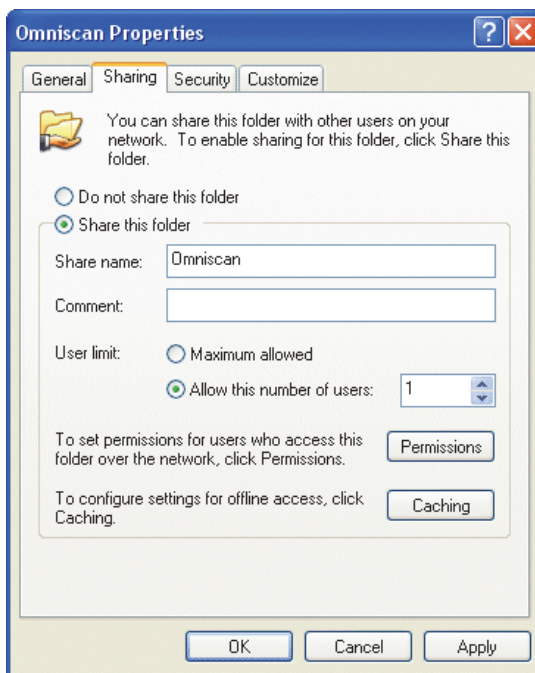

Figura 7-13 Aba compartilhamento da caixa de diálogo Propriedades do OmniScan (Windows XP)
3. Na caixa de diálogo **Propriedades do OmniScan**, clique na aba **Compartilhar** (veja Figura 7-13 na página 224).